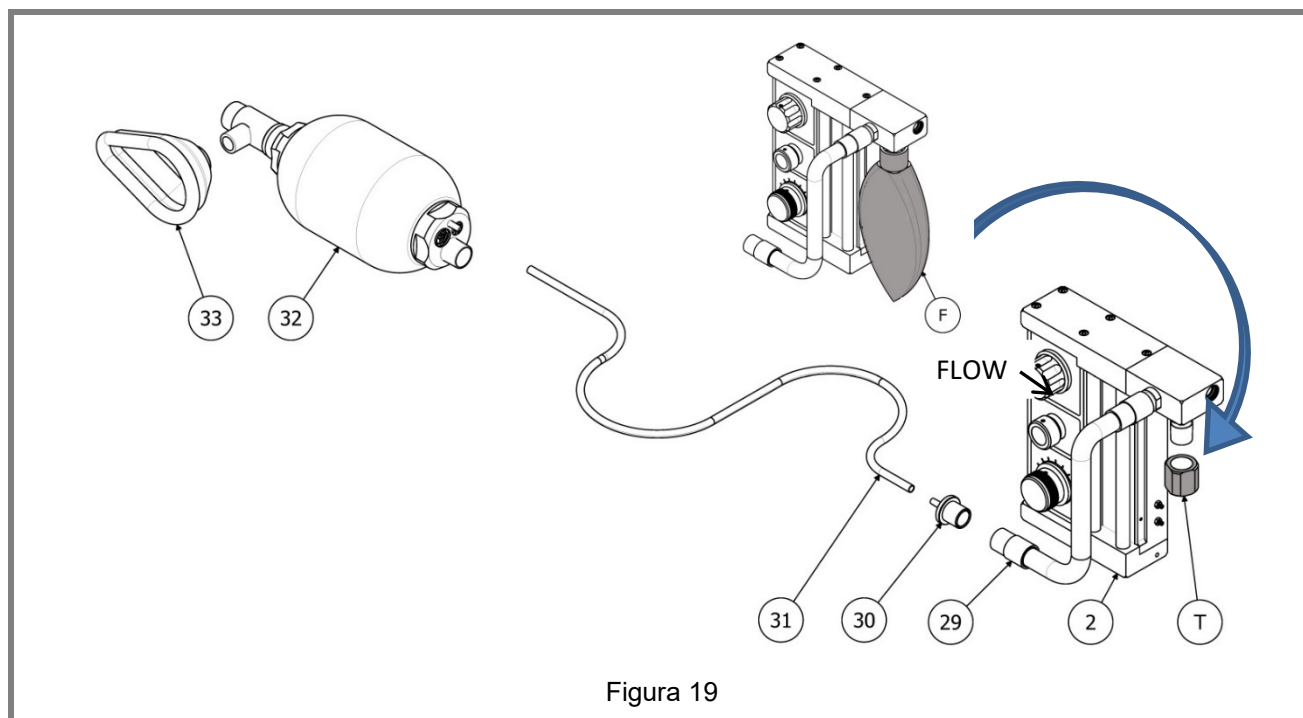

Figura 19
*KIT Art. 1504/A (Não fornecido de série), (Figura 19)